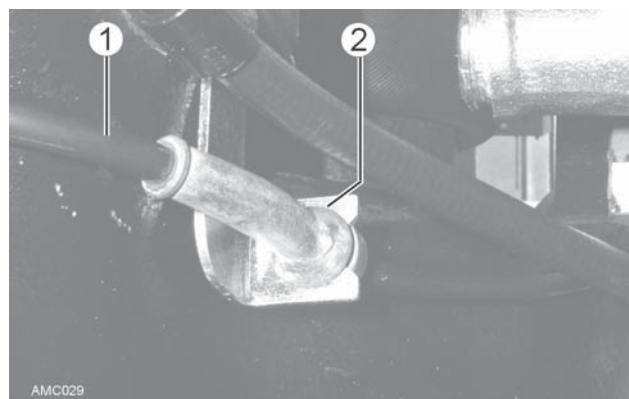

Bild 45
10. *Drehzahlfühlerkabel (Bild 45 - 1) aus Halterung (Bild 45 - 2) herausnehmen.*